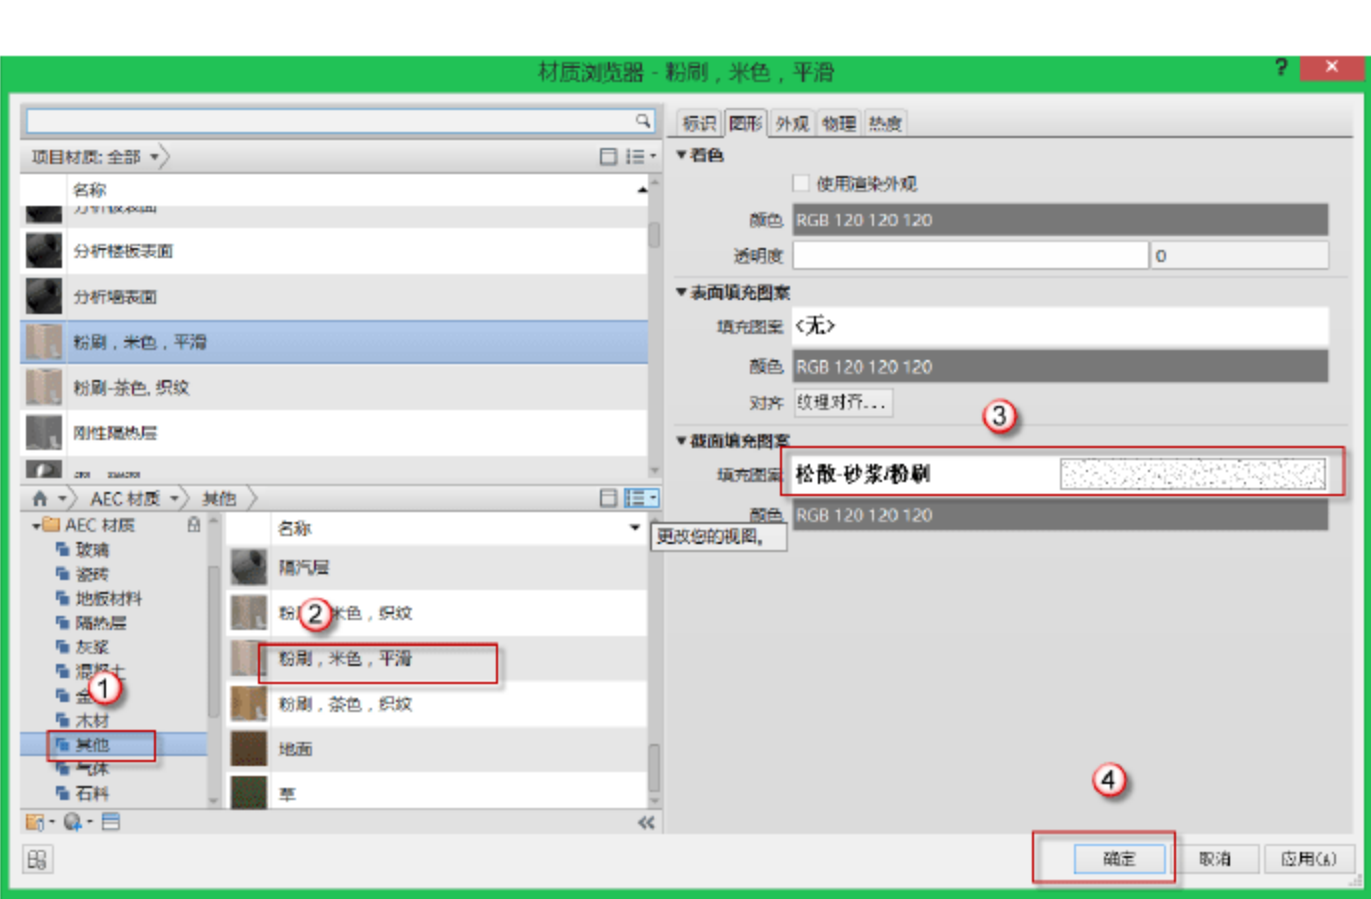

图 10.1.9 编辑“面层 2 [5]”材质
(8) 编辑“面层 2 [5]”材质。在“编辑部件”对话框中单击“面层 2 [5]”对应的“材质”单元格右上角的“浏览”按钮，在弹出的“材质浏览器”对话框中，选择“AEC 材质”→“其他”→“粉刷，米色，平滑”选项，将其填充图案改为“松散-砂浆/粉刷”，单击“确定”按钮返回“编辑部件”对话框，如图 10.1.9 所示。然后在“编辑部件”对话框中将其对应